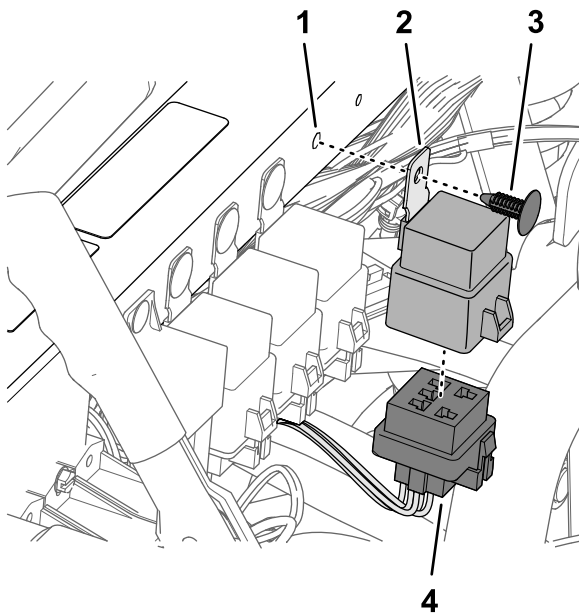

Рисунок 189
1. Подсоедините 5-штыревой разъем реле к 5-гнездовому разъему (Рисунок 189) жгута проводов из комплекта с маркировкой ASC 10 ENABLE RELAY (РЕЛЕ РАЗРЕШЕНИЯ ASC 10).
2. Совместите отверстие в монтажном выступе реле с отверстием в опорной трубе амортизатора и прикрепите реле к трубе с помощью вставного держателя (Рисунок 189).